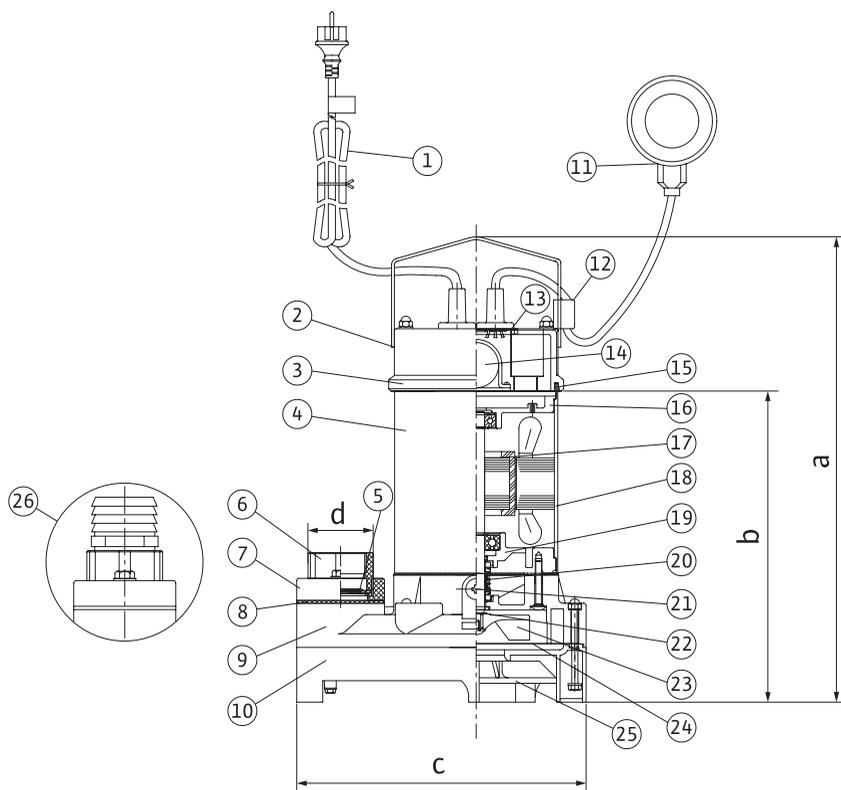

Рис.1
6.1 Описание насоса (Рис.1)
Один раз в год заменяйте масло в камере скользящего торцевого уплотнения. Вывинтите резьбовую пробку для слива масла с уплотнительным кольцом (рис. 1, поз. 21). Отложите насос в сторону и подождите, пока вытечет масло (соберите масло в предназначенную для этого ёмкость и утилизируйте надлежащим образом). Залейте новое масло (см. пункт 5.2). Ввинтите резьбовую пробку для слива масла с уплотнительным кольцом.